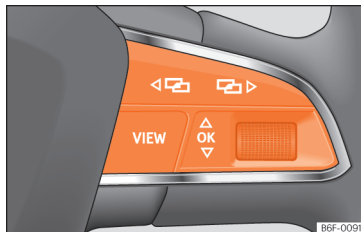

Abb. 133 Rechte Seite des Multifunktionslenkrads: Bedienelemente für die Menüs und Informationsanzeigen im Kombi-Instrument.
Solange eine Warnung der Priorität 1 vorliegt, »» Seite 118, kann auf kein Menü zugegriffen werden. Einige Warnmeldungen können bestätigt und ausgeblendet werden über die Taste **OK** am Multifunktionslenkrad »» **Abb. 133**.
- Falls eine Meldung oder das Fahrzeug-Piktogramm angezeigt wird, drücken Sie die Taste **OK** »» **Abb. 133**; ggf. mehrere Male.
- Zum Menüwechsel verwenden Sie die Tasten **◀** oder **▶** »» **Abb. 133**.
- Um das Menü oder die Informationsanzeige aufzurufen, die angezeigt wird, drücken Sie die Taste **OK** »» **Abb. 133** oder warten Sie einige Sekunden lang bis das Menü oder die Informationsanzeige automatisch geöffnet werden.
- Im angezeigten Menü, drehen Sie das rechte Rädchen am Multifunktionslenkrad »» **Abb. 133** bis der gewünschte Menüpunkt markiert ist. Der Menüpunkt wird umrahmt dargestellt.
- Drücken Sie die Taste **OK** »» **Abb. 133**, um die gewünschten Änderungen vorzunehmen. Eine Markierung zeigt an, dass die entsprechende Funktion bzw. das System aktiviert sind.
Drücken Sie die Taste **◀** oder **▶** »» **Abb. 133**.